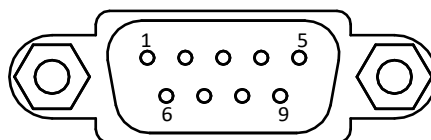

图3-9 9-pin 公头连接器
- 9-pin 公头 232 串口连接器串口头定义如图 3-9、表 3-3 所示。